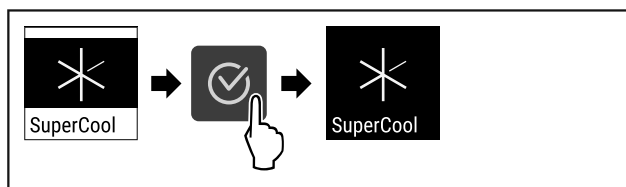

Fig. 91
- ▶ Udfør handlingstrinene (se Fig. 91).